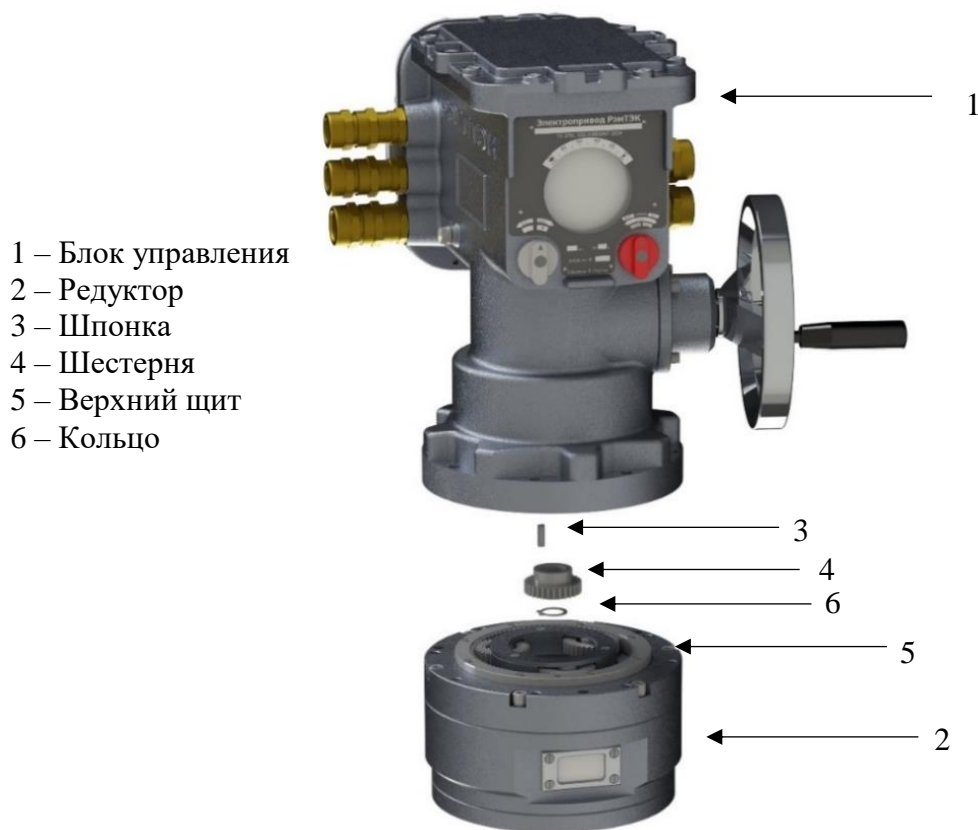

Рисунок 40 – Порядок замены редуктора
- с помощью шестерни (поз.4, рисунок 40);